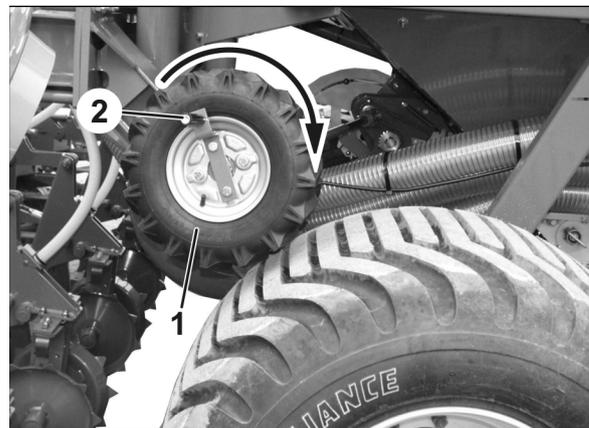

Fig. 108
4. Reibrad (Fig. 108/1), wie bei der Abdrehprobe mit der Abdrehkurbel so oft in Pfeilrichtung drehen, bis sich die Dosierräder und der Dosierer vollständig entleert haben.